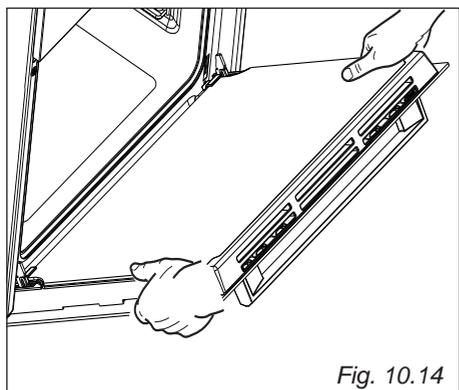

Fig. 10.14
- Impugnare la porta come illustrato in fig. 10.14.